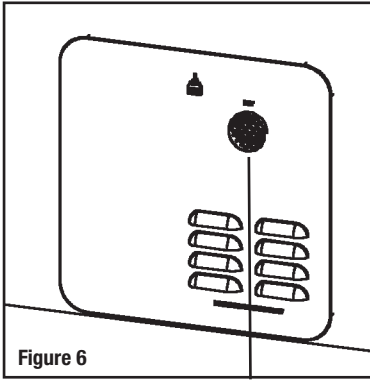

Figure 6
2. le tuyau d'échappement sort sur le devant de la porte par un orifice de dégagement, **MAIS** ne dépasse pas la face de la porte. S'assurer que le tuyau d'échappement est bien placé. Voir la figure 6